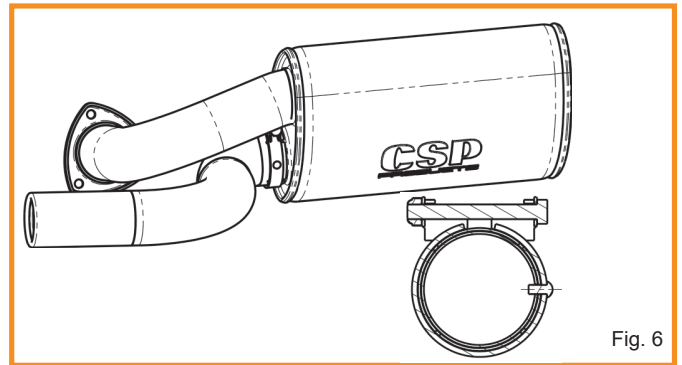

Fig. 6
- The tail pipe should now be locked in place. Reinstall the mounting bolt (it may be required to use pliers to push the band clamp together). Now fully tighten the band clamp not exceeding (20 Nm). (see Fig. 6)
- Die Schelle sitzt, wenn sich das Endrohr nicht mehr verdrehen lässt. Montieren sie die Verschraubung (es kann nötig sein die Schelle mit Hilfe einer Zange wieder in die ursprüngliche Form zu biegen) und ziehen diese fest (20 Nm). (siehe Fig. 6)